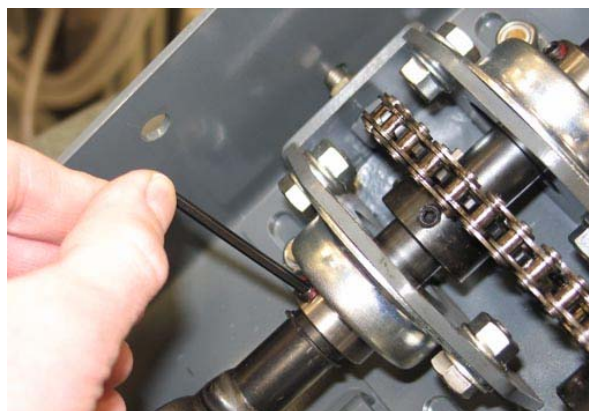

AFB. 47
8. Leg de stuurketting weer om de stuurandwielen. (Afb. 47)